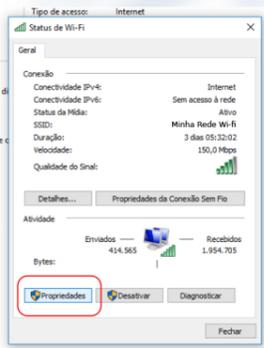

Figura 2
4. Ao aparecer a figura 2 clique em "Propriedades".